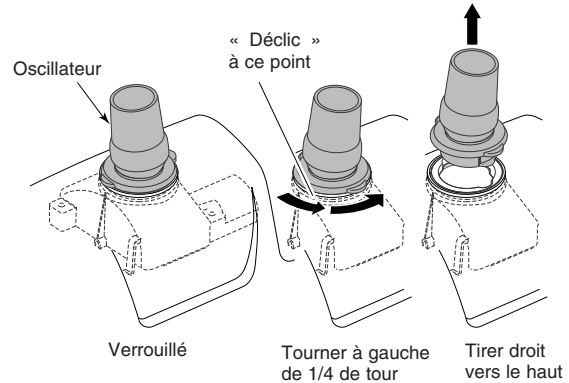

Figure 19
1. L'oscillateur (Figure 19) du nettoyeur en le tournant de 90° de tour à gauche et en tirant dessus.